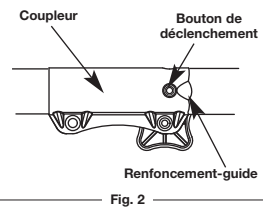

Fig. 2
2. Appuyez sur le bouton de déclenchement et maintenez-le enfoncé (Fig. 2).
- REMARQUE:** alignez le bouton de déclenchement avec le renforcement-guide pour faciliter l'installation (Fig. 2).